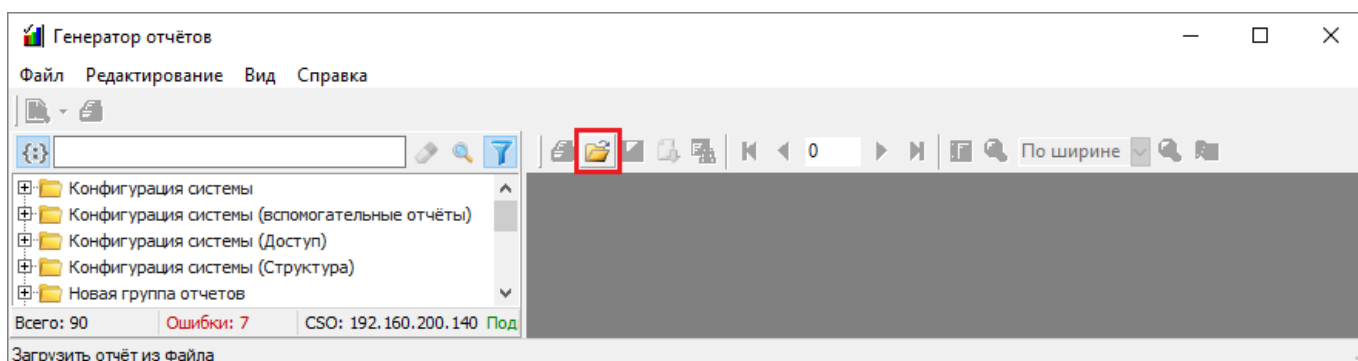

Рисунок 10-309 Загрузка отчета через панель инструментов предварительного просмотра
- нажмите на панели инструментов предварительного просмотра (см. п. 10.5.4) кнопку  «Загрузить отчет из файла» (см. Рисунок 10-309);